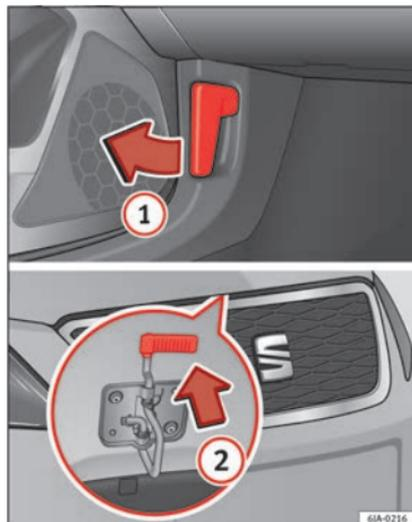

Fig. 7 Desbloqueo del capó del motor.
• Abrir el capó: tire de la palanca que hay debajo del tablero de instrumentos » » fig. 7 ①.
• Levantar el capó: haga presión hacia arriba sobre el saliente situado debajo del capó » » fig. 7 ②. El gancho de sujeción queda desbloqueado.